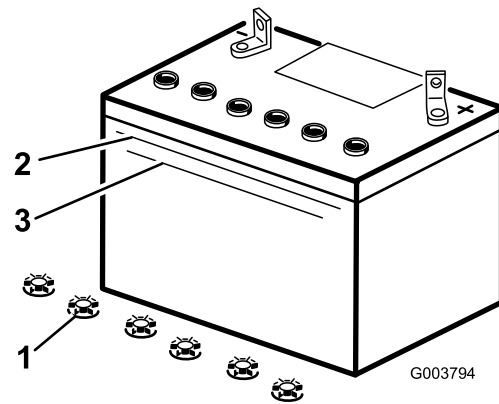

Figura 38
2. Mire hacia el lateral de la batería. El electrolito debe llegar a la línea superior (Figura 38). No permita que el electrolito esté por debajo de la línea inferior (Figura 38).
3. Retire los tapones de llenado de la batería (Figura 38).
4. Vierta lentamente agua destilada en cada célula de la batería hasta que el nivel de electrolito llegue a la línea superior (Figura 38) de la caja de la batería.
- Espera de cinco a diez minutos después de llenar las células de la batería. Añada agua destilada, si es necesario, hasta que el nivel de electrolito llegue a la línea superior (Figura 38) de la caja de la batería.